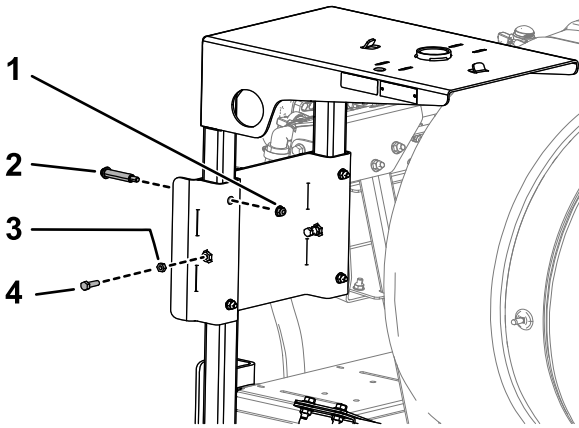

图6
5. 将软管卷架插到卷架支撑托架的插槽中, 并使用 4 个轴肩螺栓、4 个凸缘螺母 (5/16~18 英寸)、2 个螺栓 (5/16~18 x 1 英寸, GR5) 和 2 个锁紧螺母 (5/16~18 英寸) 固定好卷架, 如图 6 中所示。